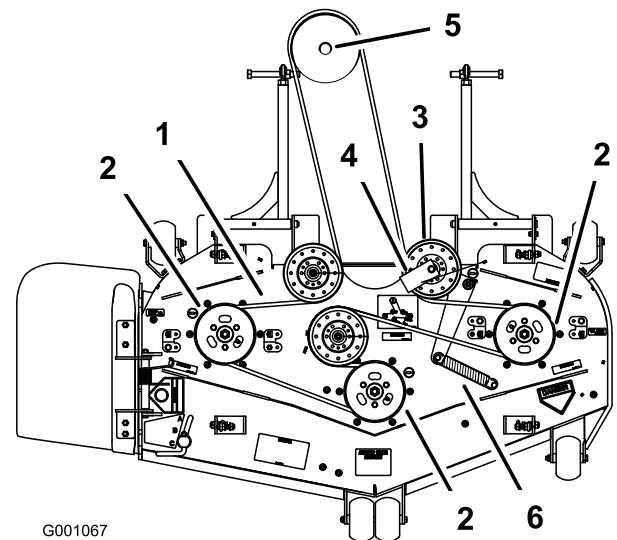

Figura 68
6. Pase la correa nueva alrededor de las poleas del cortacésped y de la polea de la caja de engranajes, debajo del motor (Figura 68).
7. Instale la guía de la correa en la polea tensora a resorte con un ángulo de 45 grados, según se muestra en Figura 68. Apriete el perno a 27–33 pies-libra (37–45 N-m).
8. Instale el muelle tensor en los dos postes (Figura 68).